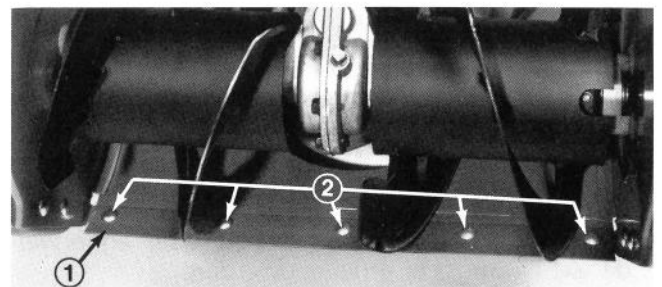

Abb. 28
2. Beide Kufen so einstellen, dass zwischen Unterkante Räumgehäuse und Boden 3 mm Abstand besteht. Die Bundmutter fest anziehen, wenn die Kufen richtig eingestellt sind. Prüfen, ob die Schürfleiste unten am Räumgehäuse (Abb. 28) steht. Um die Schürfleiste nachzustellen, zuerst die 5 Bundschrauben lösen, die Schürfleiste ausgleichen und die Schrauben wieder festziehen. Die Schürfleiste sollte parallel zur waagrechteten Bodenfläche stehen.